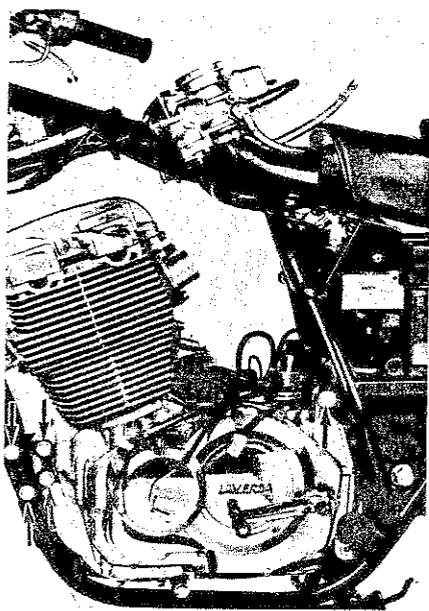

Fig. 3
- 8) Togliere i bulloni di fissaggio motore sul telaio (Fig. 3):
- 8) Remove the engine securing bolts (Fig. 3):